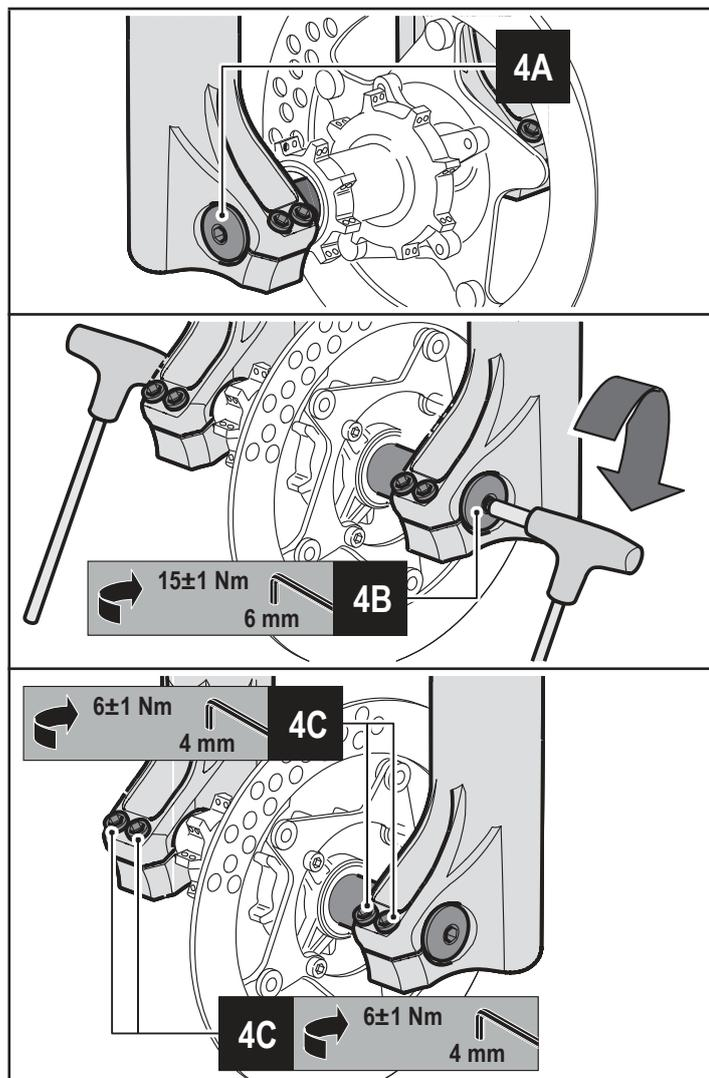

Рисунок 4 - Установка колеса на вилки диаметром $\varnothing 35/\varnothing 38$ с осью втулки 20 мм
- Установите колесо таким образом, чтобы ось совпала с крепежами вилки (См. **4А Рисунок 4**).
- Вставьте ось с правой стороны сквозь крепеж вилки, втулки колеса и закрепите специальным болтом слева. (См. **4А Рисунок 4**).
- Затяните болты оси усилием 15 ± 1 Nm, используя шестигранник 6 мм. (См. **4В Рисунок 4**).
- Затяните болты, фиксирующие ось на «штанах» вилки, используя шестигранник 4 мм с усилием 6 ± 1 Nm, соблюдая последовательность "1-2-1" (См. **4С Рисунок 4**).